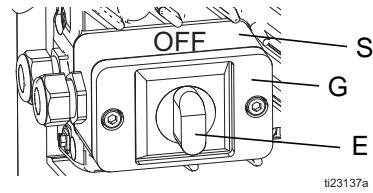

图 2: 电源开关
- 将导线连接到设备上，并拆卸两颗螺丝，将接线盒盖 ( G ) 和电源开关 ( E ) 与喷涂机其他部分分开。参见图 2。
2. 关闭电源开关（E）。将设备连接到电源。参见图 2 第 5 页。